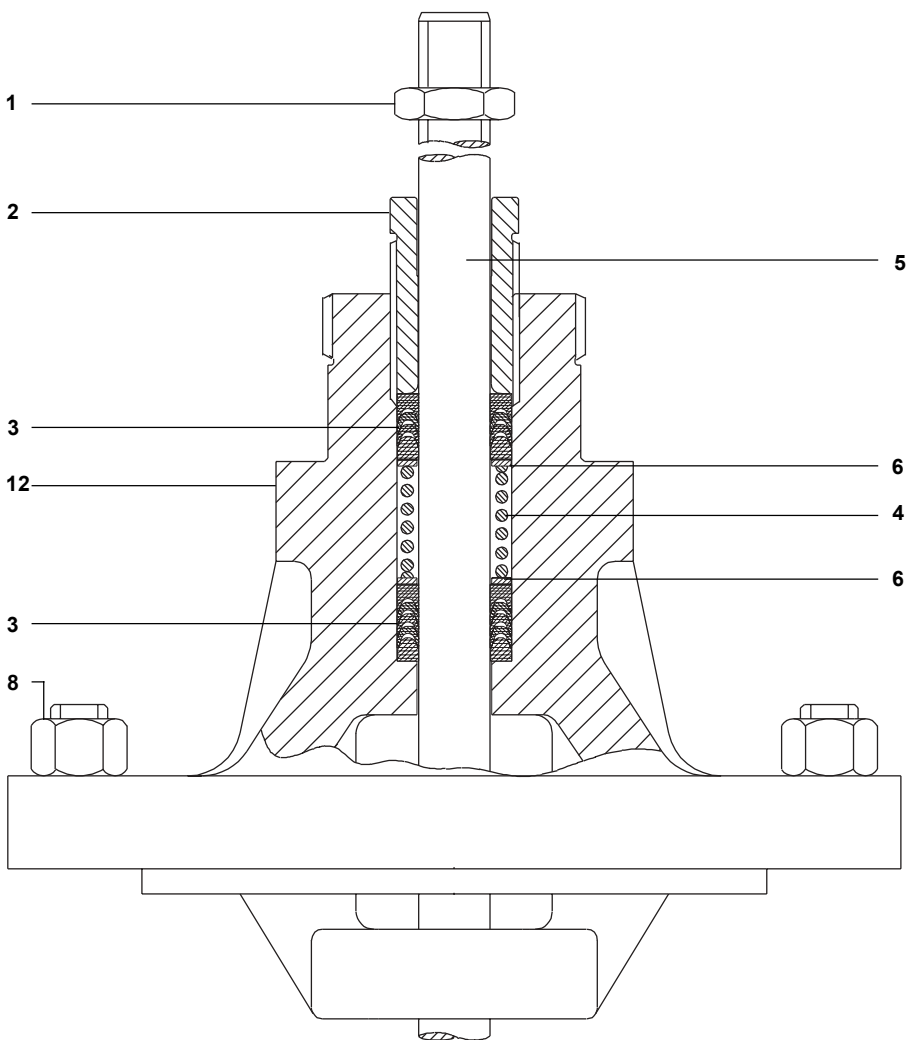

Рис. 1
3.1 Замена уплотнения штока (Рис. 1)
- c) Отдайте стопорную гайку (1).
- d) Отдайте болты крышки (8) и аккуратно стащите крышку (12), стараясь не повредить шток.
- e) Выкрутите нажимную гайку (2). Тонким крючком (желательно из мягкого металла типа латуни) вытащите уплотнение (3), шайбы (6) и пружину (4).
- f) Тщательно осмотрите детали и при необходимости используйте новые. Обратите внимание, что задиры и царапины на штоке (5), а также накипь на нем, являются причиной быстрого выхода уплотнения из строя. Почистите детали, стараясь не поцарапать шток и внутреннюю камеру уплотнения. См. раздел 3.3.
- h) Вставьте шайбы, пружину и уплотнение в камеру уплотнения как это показано на рис. 1.
- i) Установите гайку (2) и затяните полностью, после чего ослабьте на два оборота.
- j) Убедитесь, что шток (5) перемещается свободно.
- k) Затяните стопорную гайку (1).